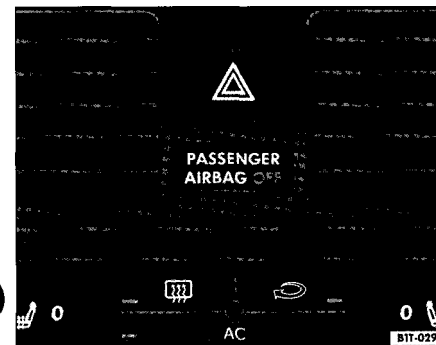

Fig. 38 Detail du tableau de bord : commande du signal de detresse
2. Appuyez sur la touche fig. 38 pour activer le signal de detresse O.